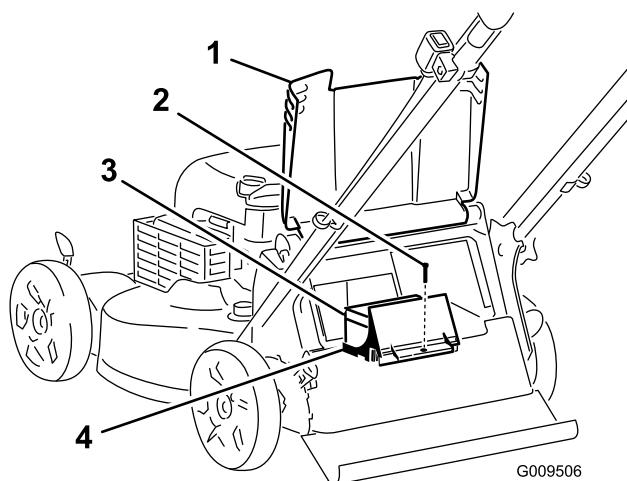

Figure 25
- Soulevez le déflecteur arrière et trouvez le logement de la batterie (Figure 25).